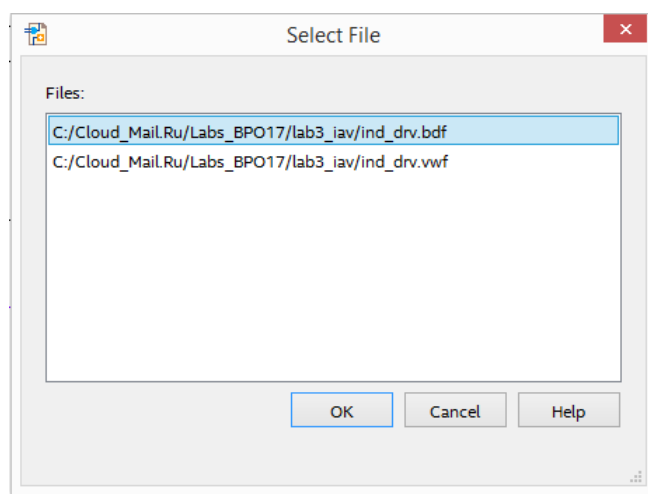

Рис. 59 Выбор файла для изменений
13.2. Откройте файл со схемой проекта **lab3\_iav.bdf** и дважды кликните ЛКМ на компонент **ind\_drv**. В появившемся окошке **Select File** выберите файл **ind\_drv.bdf** (рис. 59), далее «**Ok**», откроется окно схематического редактора со схемой компонента **ind\_drv**.